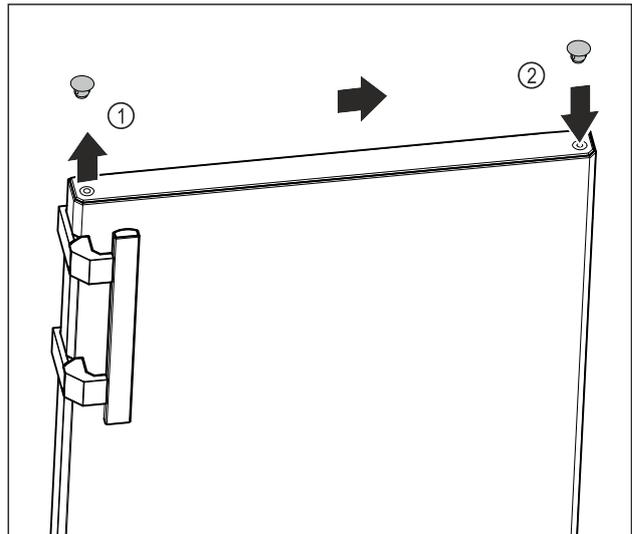

Fig. 13
- ▶ Sollevare il coperchio a tappo sulla parte superiore dello sportello Fig. 13 (1) con cautela con un cacciavite a taglio.
- ▶ Inserire il coperchio a tappo sul lato opposto. Fig. 13 (2)